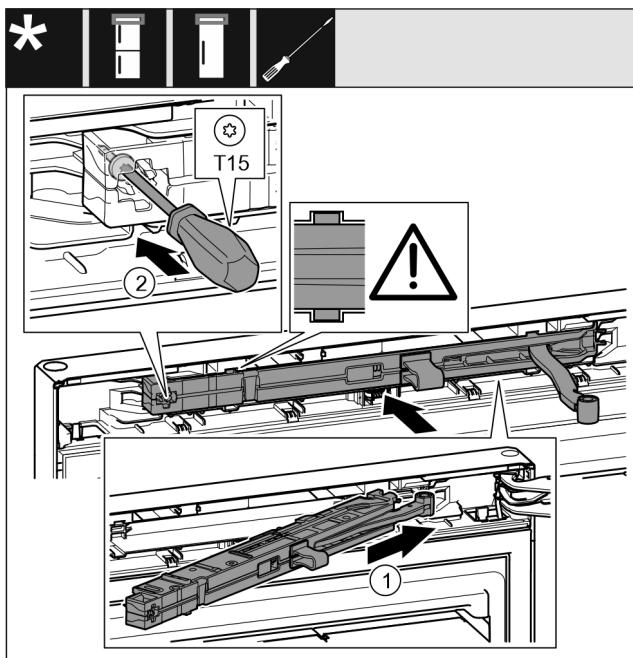

Fig. 49
- Під нахилом просуньте демпферний вузол з боку опорного кронштейна в отвір до упору. Fig. 49 (1)
- Закрутіть гвинт за допомогою викрутки T15. Fig. 49 (2)